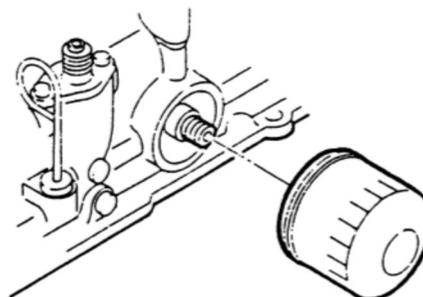

Fig. 7.1
### (2) Skift oliefilter (Fig. 7.1).